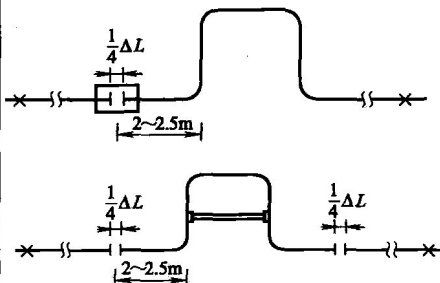

图 1-15 采用拉管器进行冷拉示意图
d. 采用拉管器进行冷拉时,其操作方法是:将拉管器的法兰管卡,紧紧卡在被预拉焊口的两端,即一端为补偿器管端,另一端是管道端口如图 1-15 所示。而穿在两个法兰管卡之间的几个双头长螺栓,作为调整及拉紧用,将预拉间隙对好并用短角钢在管口处贴焊,但只能焊在管道的一端,另一端用角钢卡住即可,然后拧紧螺栓使间隙靠拢,将焊口焊好后方可松开螺栓,取下拉管器,再进行另一